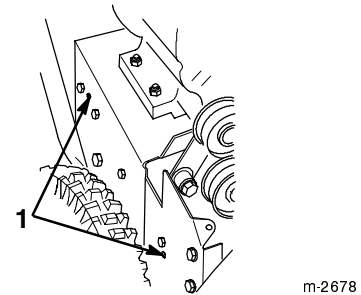

Figure 27
16. Remplacez les 2 vis de fixation de l'ensemble de bras de frein de tarière. Vérifiez que les ergots sont bien engagés dans les trous du côté gauche de la déneigeuse (Fig. 27).
13. Remplacez les 2 vis de fixation de l'ensemble de bras de frein de tarière. Vérifiez que les ergots sont bien engagés dans les trous du côté gauche de la déneigeuse (Fig. 27).